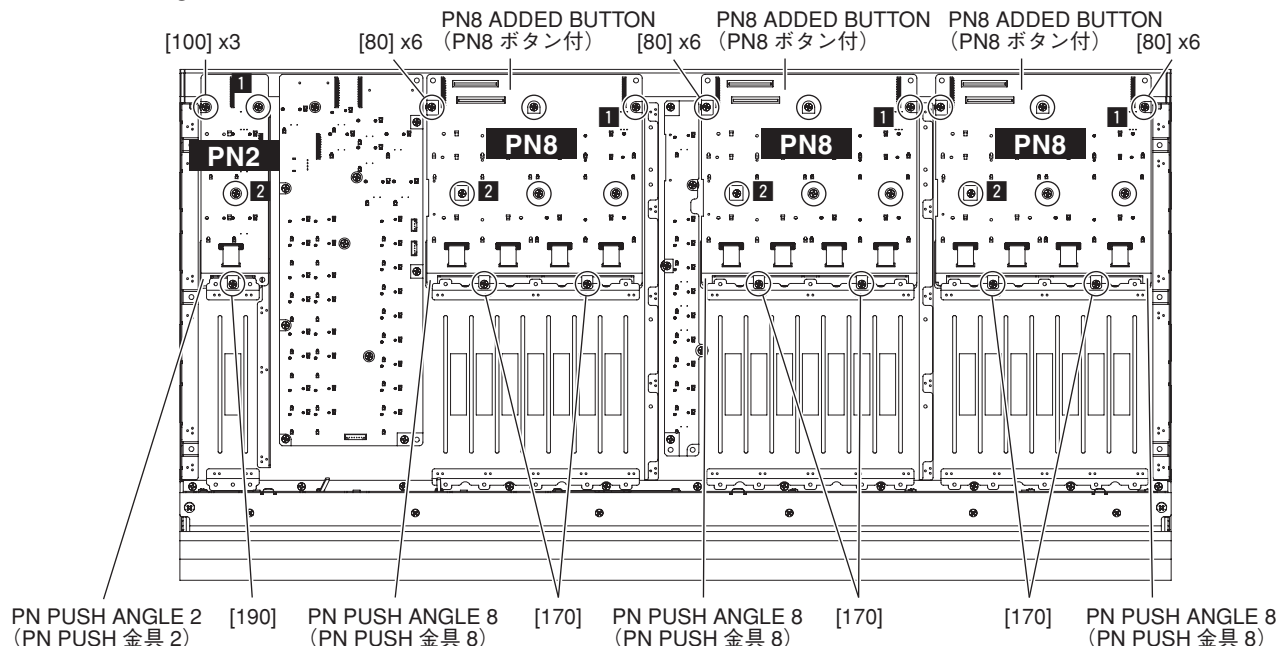

Fig. 10 (図 10)
- B-11-4. Remove the screw marked [190]. The PN push angle 2 can then be removed. (Fig. 10)
- B-11-5. Remove the three (3) screws marked [100]. The PN2 circuit board can then be removed. (Fig. 10)
- * **When installing the PN2 added button, tighten the screws 1 and 2 shown in fig. 10 in numerical order and then tighten the other screws.**
(図 10)
- ※ PN2 シートを取り付ける際は、図 10 に示す 1、2 の順にネジを締めてから他のネジを締めてください。
- B-12-3. Remove the two (2) screws marked [170]. The PN push angle 8 can then be removed. (Fig. 10)
- B-12-4. Remove the six (6) screws marked [80]. The PN8 added button can then be removed. (Fig. 10)
* **When installing the PN8 added button, tighten the screws 1 and 2 shown in fig. 10 in numerical order and then tighten the other screws.**
- B-12-3. [170] のネジ 2本を外して、PNPUSH 金具 8を外します。(図10)
- B-12-4. [80] のネジ 6本を外して、PN8 ボタン付を外します。(図10)
※ **PN8 ボタン付を取り付ける際は、図10に示す 1、2の順にネジを締めてから他のネジを締めてください。**